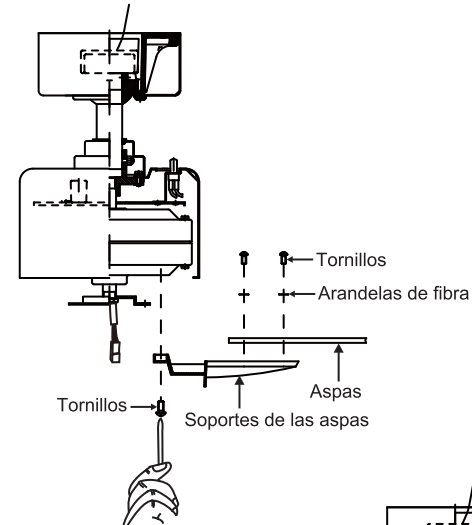

Fig. 16
Paso 1. Acople un asa al soporte del asa utilizando los tornillos y las arandelas de fibra proporcionados. (Fig. 16)
Paso 2. Acople cada ensamblaje del asa al motor utilizando los tornillos de montaje "preinstalados" en el soporte del asa. (Fig. 16)